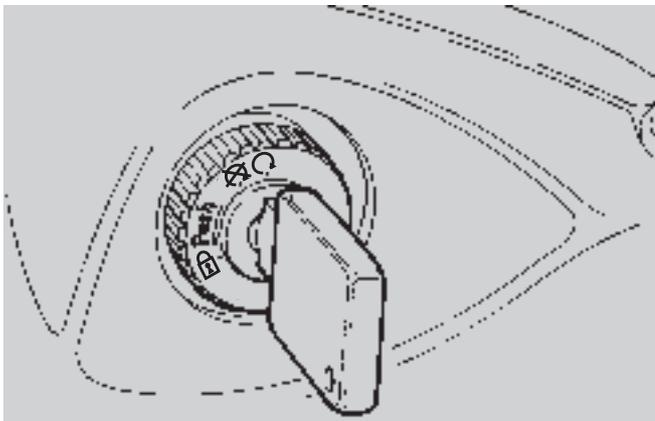

Abb. 19
- ◆ Zündschalter (Abb. 19) auf "0" stellen.
- ◆ Zündschalter (Abb. 19) auf “○” stellen.